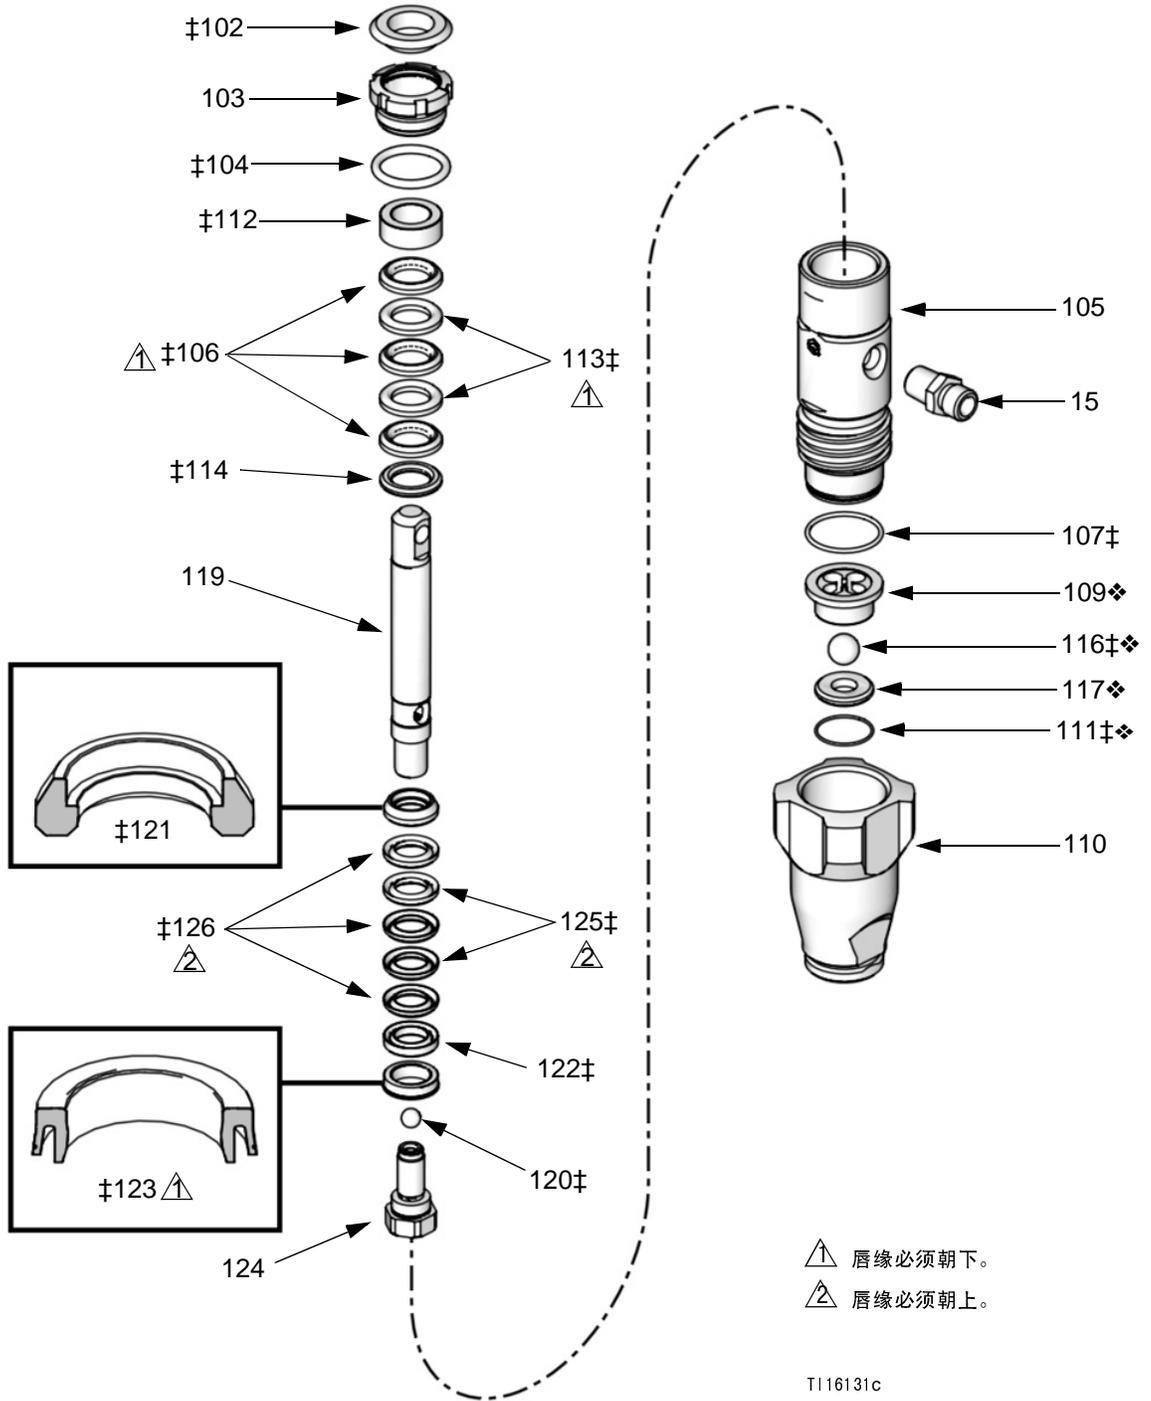

图 7. 活塞泵
4. 拆卸入口外套（110）。参见图 7。
- 参见图 7。使用螺丝刀和锤，松开衬垫螺母（103）。卸下 O 形圈（104）。